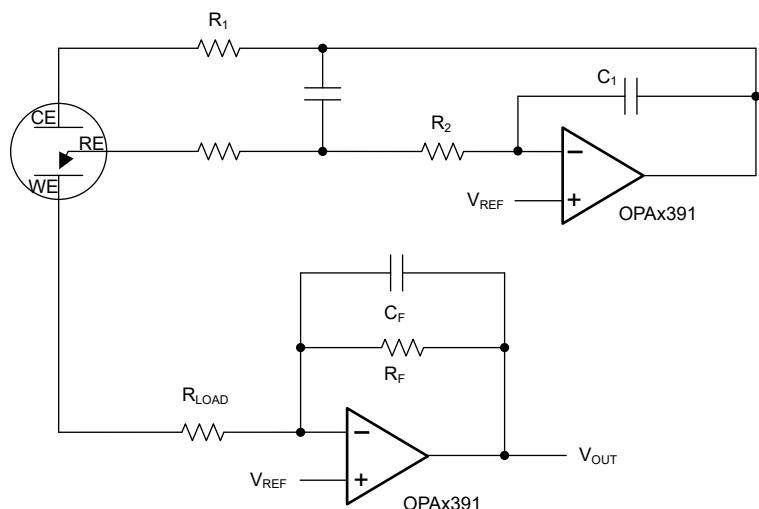

図 7-1. 3 端子 CO ガス センサ
図 7-1 に、3 端子のバイアスなし CO センサと組み合わせて使用する、シンプルなマイクロパワー ポテンショスタット回路を示します。この同じ設計は、他のさまざまな 3 端子ガス センサや電気化学セルにも応用できます。基本的なセンサには、センス電極または動作電極 (WE)、カウンタ電極 (CE)、リファレンス電極 (RE) の 3 つの電極があります。電流は CE と WE の間を流れ、検出された濃度に比例します。RE は内部基準点の電位を監視します。バイアスなしのセンサでは、CE のバイアスを調整して、WE と RE を同じ電位に維持する必要があります。U1 で形成されたポテンショスタット回路を介して、サーボ フィードバックアクションにより RE ピンが V_{REF} で設定された電位に維持されます。センサの静電容量が大きいため、R1 は安定性を維持します。C1 と R2 はポテンショスタット インテグレータを形成し、フィードバック時間を一定に設定します。U2 はトランジンピーダンス アンプ (TIA) を形成し、検出されたセンサ電流を比例電圧に変換します。式 1 は、 R_F を使用して、トランジンピーダンス ゲインとその感度を計算します。